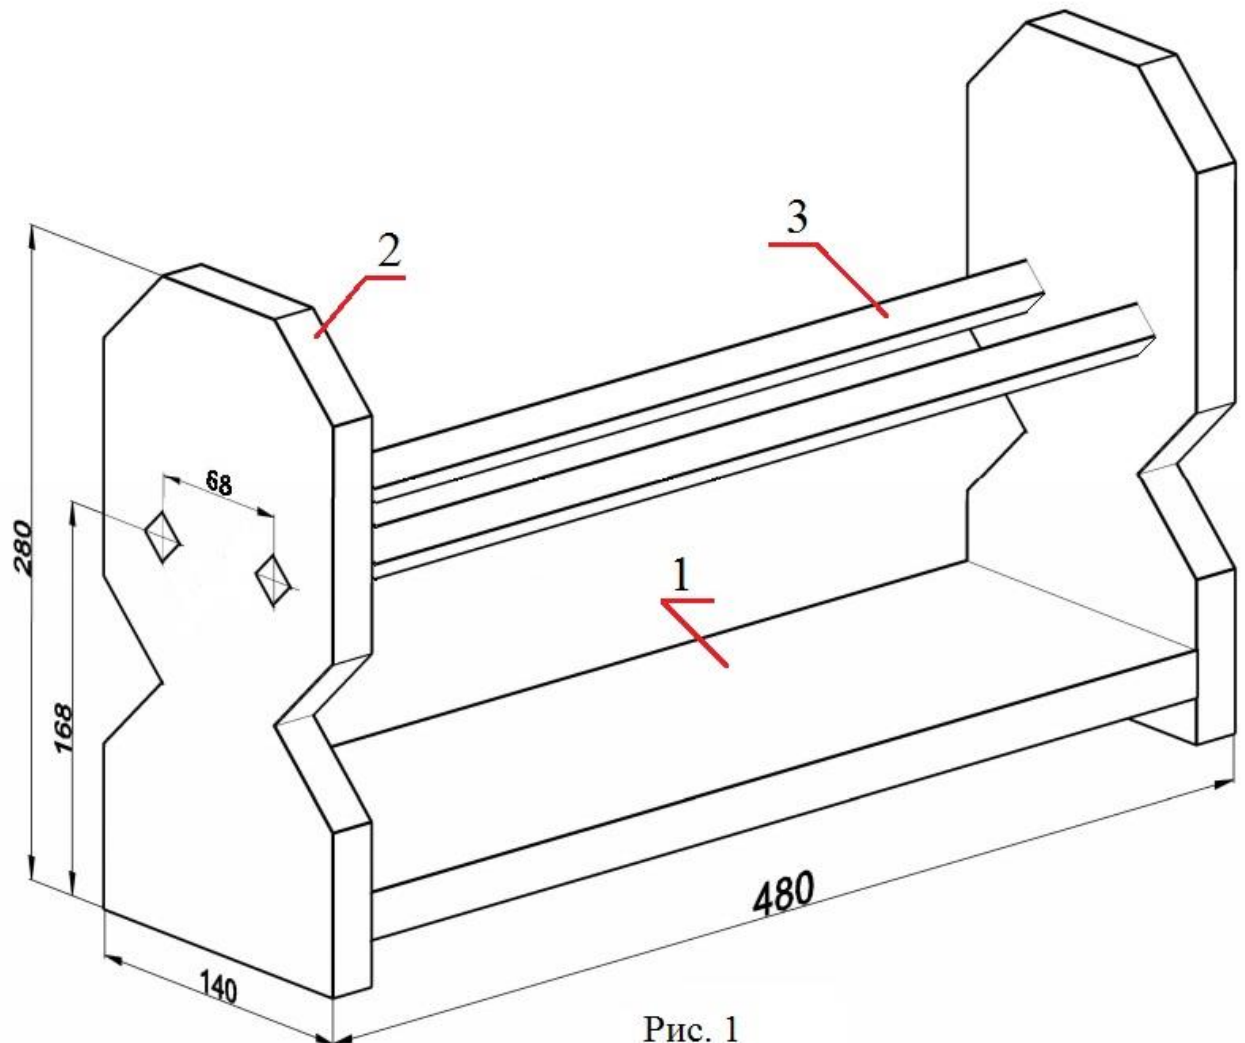

Рис. 1
- 1) По данному образцу (Рис. 1) разработайте технологическую карту для изготовления боковой стенки полочки.
- 3) Изделие состоит из пяти деталей (рис. 1):